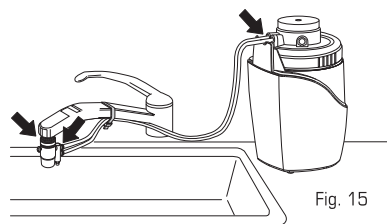

Fig. 15
8. **Asegúrese de que** no hayan señales de goteras en ninguna de las conexiones del Desviador ni los tubos de la manguera (Fig 15). Si encuentra goteras o burbujas, consulte la sección de Reparación, pág. 7.